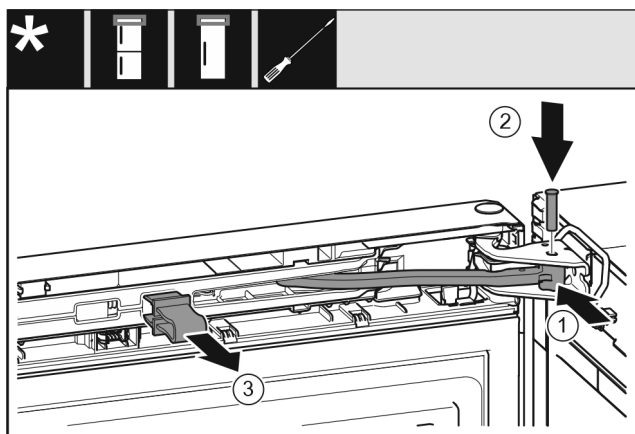

Fig. 43
- ▶ Pagrieziet šarnīru *Fig. 43 (1)* gultņa balstā.
- ▶ Ievietojiet tapu *Fig. 43 (2)* gultņa balstā un šarnīrā. Uzmaniet, lai fiksācijas izcilnis pareizi atrastos rievā.
- ▶ Noņemiet aizturi *Fig. 43 (3)*.